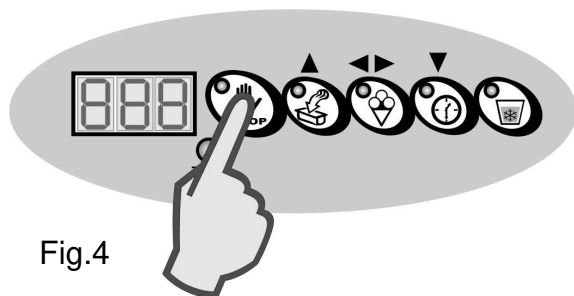

Fig.4
7. Per uscire dalla programmazione e salvare le modifiche premere il tasto "STOP". (fig. 4)